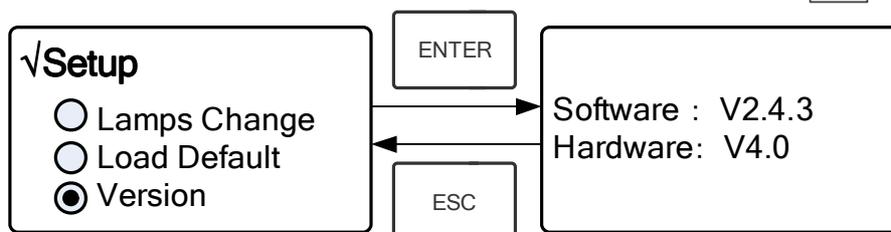

Fig. 4-33
Presionar la tecla Flecha para elegir "Version" y presionar  para confirmar. Se podrá ver la versión del software y del hardware. (Fig.4-33). Presionar  para volver.
*Nota: Por razones de datación, la version indicada en el instrumento puede diferir de la reflejada en Fig.4-33.*